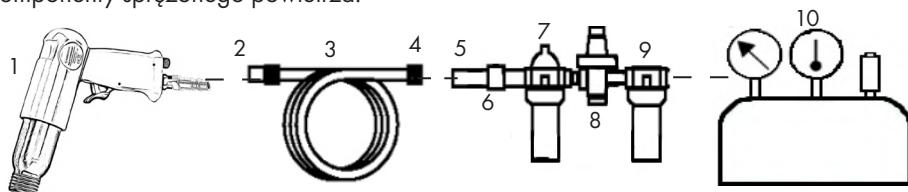

Rysunek 4: Klucz udarowy
3. Moment obrotowy jest ustawiany za pomocą regulatora momentu obrotowego (patrz rys. 4 nr 4). Nacisnąć regulator momentu obrotowego lekko w dół, a następnie obrócić pokrętło do żądanej pozycji. (1 do 4; min. do maks. moment obrotowy)